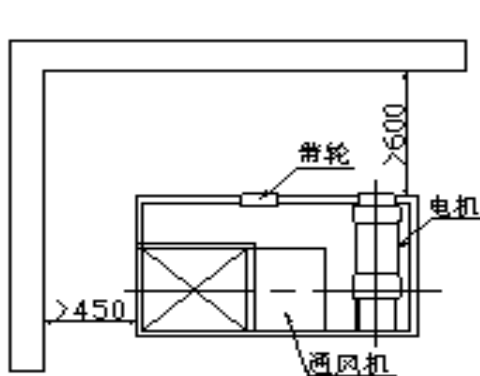

图 1
- (1)若风机处于露天场合，应具备防护设施加以保护；(2)风机应置于方便管理及监护的地方（图 1）；
- (3)安装的场所应具有固定的基础。(4)特别是安装于高架结构上的风机，安装场所应是不诱发振动的结构。